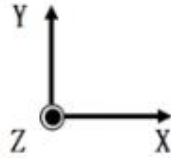

图 2 光纤 MINS700 坐标系
如图 2 所示，光纤 MINS700 使用东 (X) 北 (Y) 天 (Z) 坐标系：